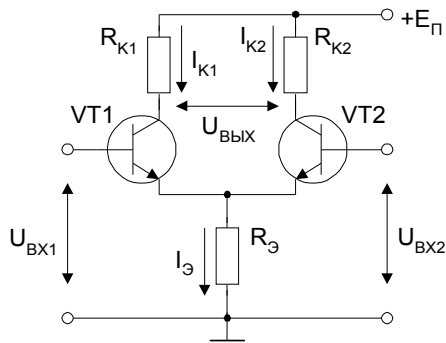

Рис. 22
4.29. Для каскодного усилителя (рис. 22) определить коэффициент усиления, входное и выходное сопротивления при условиях задачи 6.1 и $R_{К} = 2 \text{ кОм}$ и $R_3 = 2 \text{ кОм}$.